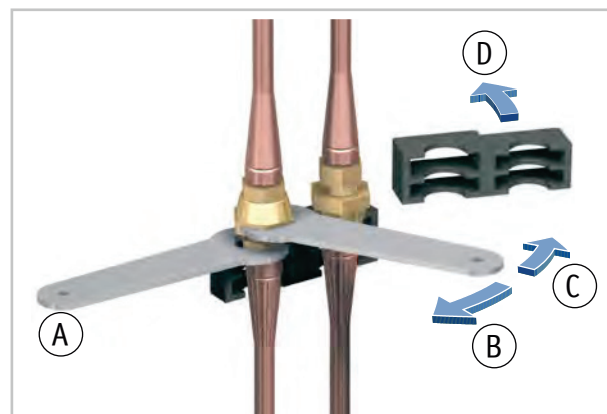

Abb. 14: Abschauben der linken Überwurfmutter
9. ➤ Schrauben Sie die linke Überwurfmutter mit dem beiliegenden Maulschlüssel SW 24 ab. Halten Sie dabei mit dem zweiten Maulschlüssel SW 21 am unteren Kupplungsteil gegen (Abb. 14).